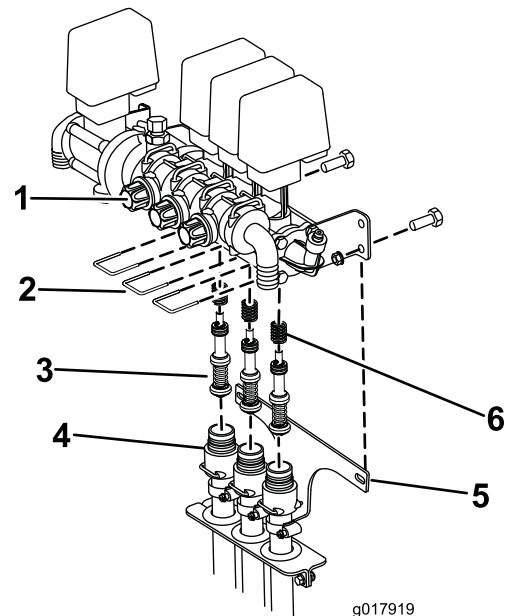

Bild 75
- B. Entfernen Sie die drei Gabeln, mit denen der Ventilsockel am Ventil befestigt ist (Bild 75).
Spritzgerätrahmen befestigt ist (Bild 75). Senken Sie die Schläuche vom Ventil entfernt ab.
- D. Entfernen Sie die drei Schrauben, mit denen die Kolben im Ventil befestigt sind, mit einem 3-mm-Inbusschlüssel. Achten Sie auf die Federn im Ventil (Bild 75).